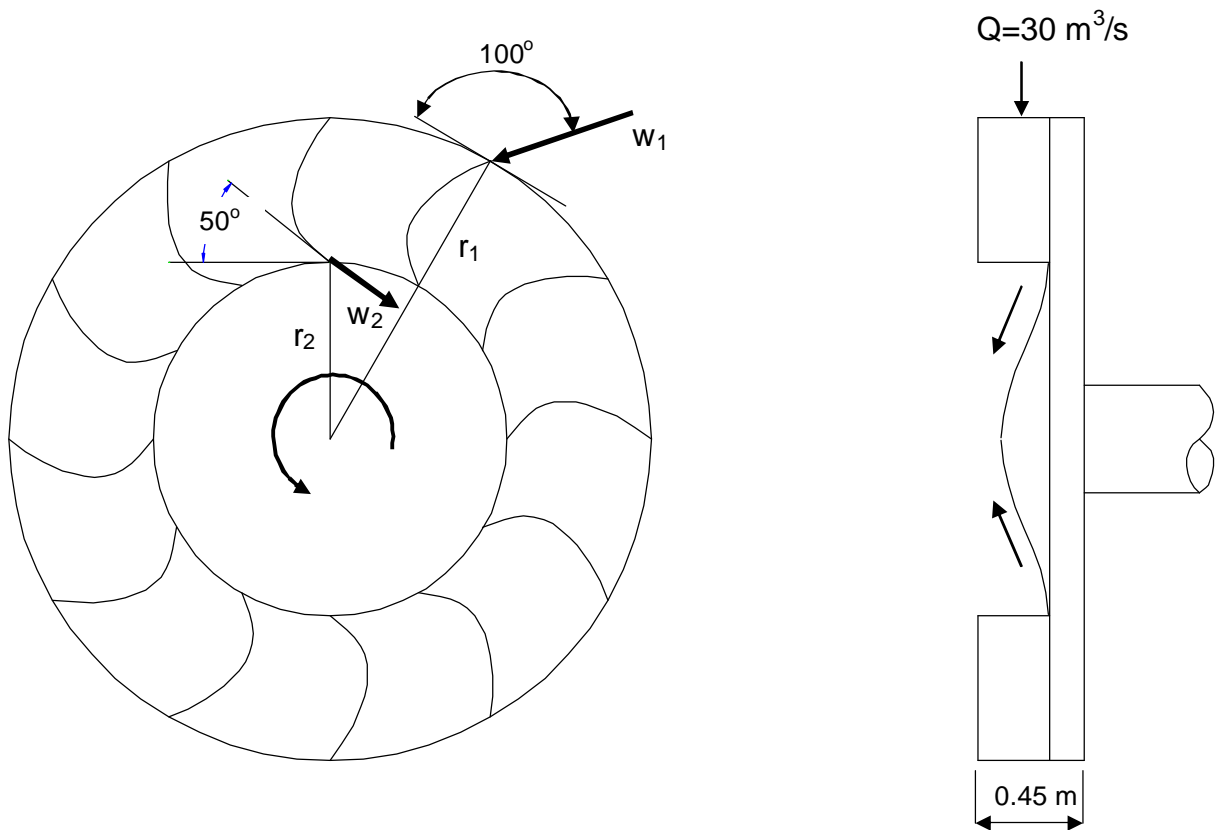

Figura 1
1. En la figura 1 se muestra el esquema simplificado del rotor de una turbina hidráulica. El agua entra en la sección 1 (área cilíndrica  $A_1$  correspondiente al radio  $r_1 = 1.5$  m) con un ángulo de  $100^\circ$  respecto de la dirección tangencial y deja el rotor en la sección 2 (área cilíndrica  $A_2$  correspondiente al radio  $r_2 = 0.85$  m) con un ángulo de  $50^\circ$  respecto de la dirección tangencial ( $w_1$  y  $w_2$  velocidades relativas al rotor). La altura de los álabes es de 0.45 m y el caudal volumétrico a través de la turbina es de  $30$  m3/s. La velocidad del rotor es de 130 rpm en la dirección mostrada. Determine la potencia desarrollada por la turbina.